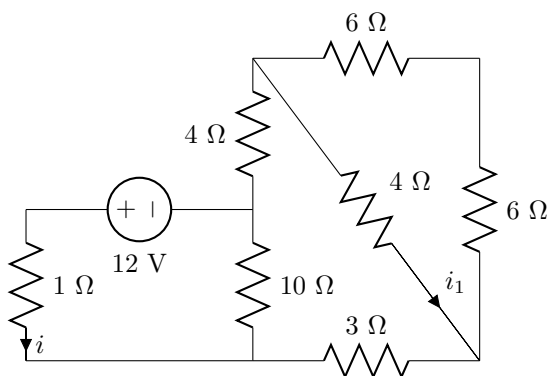

Figura 2.7: Circuito del problema 7.
7. Halla  $i$  e  $i_1$  usando las reducciones apropiadas y el principio del divisor de corriente en el circuito de la figura 2.7.